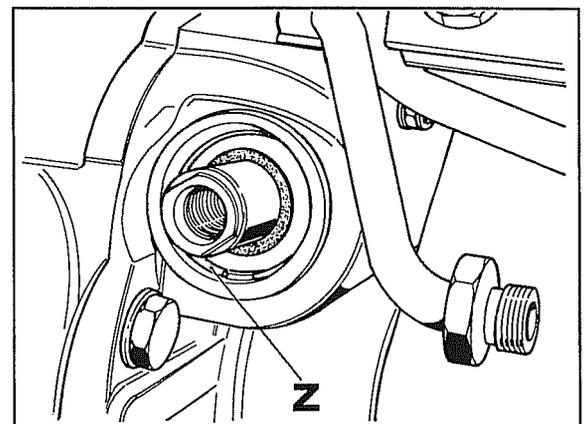

Fig. 71
4. Con el relativo utensilio golpear y hacer retroceder hacia adentro la tapa **E** del cilindro hasta que se descubra el anillo elástico **Z** fig. 71, luego extraer el anillo.